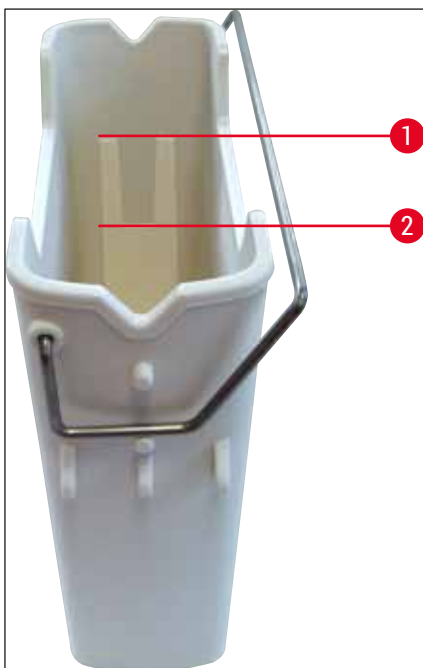

Fig. 67
4. Verifique se o nível de abastecimento é suficiente (→ Fig. 67) e se não há sujeira no reagente. Em caso de contaminação, o xileno deve ser substituído (→ P. 37 – 4.6.3 Prepare o recipiente de reagente, abasteça-o e insira na gaveta de carga) e o recipiente de reagente deve ser limpo antes do novo abastecimento.